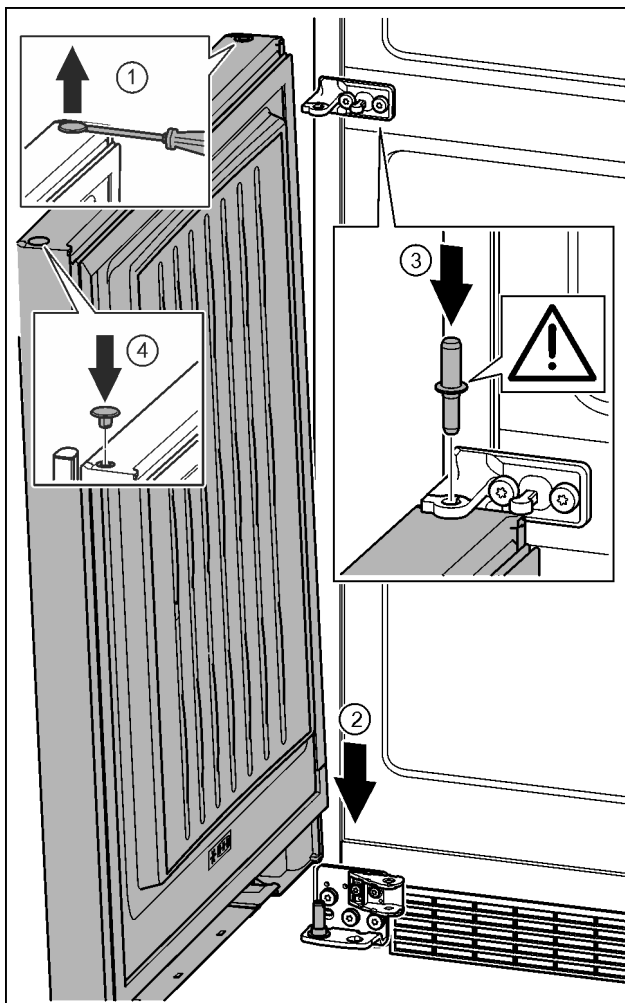

Fig. 40
- Stopfen vorsichtig mit einem Schlitzschraubendreher anheben und herausziehen. Fig. 40 (1)
- Tür von oben auf den unteren Lagerbolzen aufsetzen. Fig. 40 (2)
- Lagerbolzen Mitte durch Lagerbock Mitte in die untere Tür einsetzen. Dabei darauf achten, dass der Rastnocken nach hinten zeigt. Fig. 40 (3)
- Stopfen auf der anderen Türseite wieder einsetzen. Fig. 40 (4)